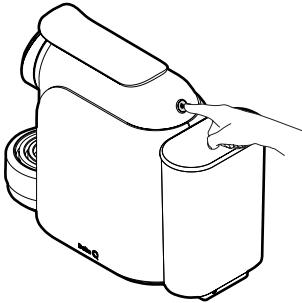

Fig. 5: Bouton général On/Off.
- Appuyez sur le bouton On/Off qui se situe à l'arrière de l'équipement (voir **Fig. 5**). Les boutons du panneau de commande clignotent régulièrement (couleur verte) et le préchauffage de l'équipement commence (environ 60") (voir **Fig. 6**).